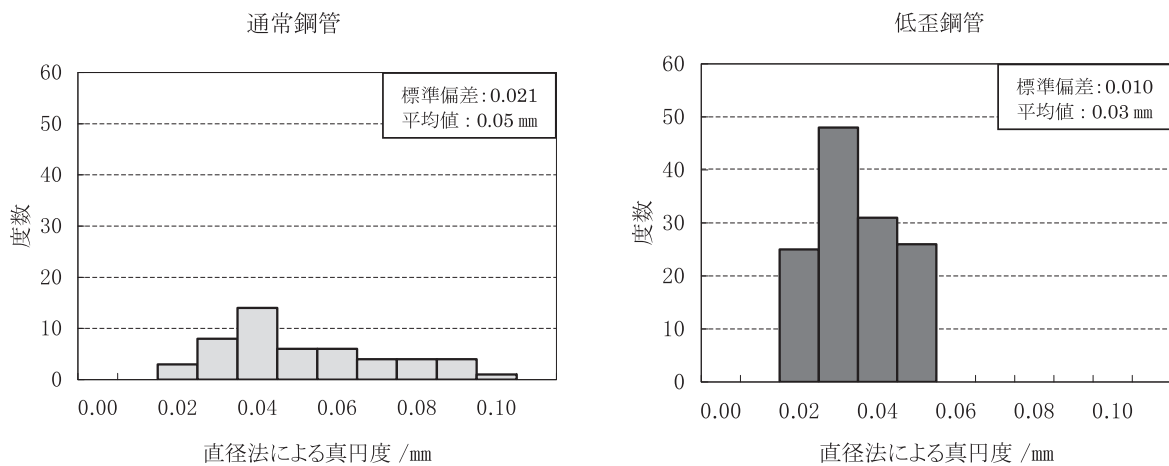

図4 旋削後の真円度分布
- (3) 双方の鋼管を旋削加工後、直径法によって測定した真円度測定結果を図4に示す。低歪軸受鋼鋼管は通常の軸受鋼鋼管と比べ、旋削加工後の真円度のバラツキが小さい。